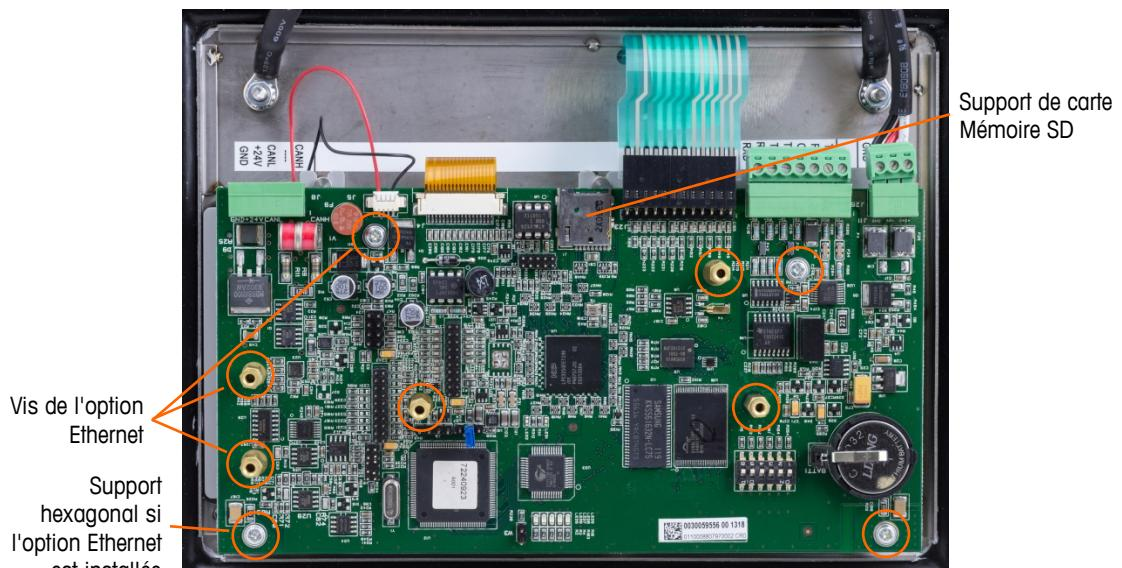

Figure 5-15: Vis de montage de la carte principale, version POWERCELL
2. Placez le commutateur SW1-2 en position Marche comme sur la Figure 5-15.
- La position de SW1-4 (aussi présentée sur la Figure 5-15) détermine si les données EEPROM ayant une signification métrologique pour l'étalonnage de la bascule sont réinitialisées lorsqu'une réinitialisation générale est effectuée. SW1-4 doit être sur Marche pour réinitialiser les données EEPROM. Si SW1-4 est réglé sur Arrêt, les données métrologiques EEPROM **ne seront pas** affectées par une réinitialisation générale et l'étalonnage d'origine subsistera.